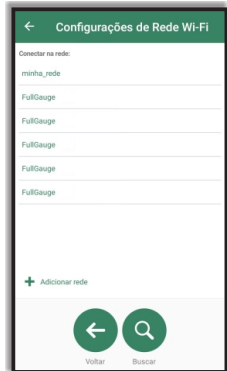

Figura 09
Passo 4: Na tela **Configurações de Rede Wi-Fi** (Figura 09), selecione a rede à qual o conversor deve se conectar simplesmente tocando sobre seu nome na lista. Se a rede desejada for uma rede oculta, selecione o botão **Adicionar rede** para configurá-la manualmente.